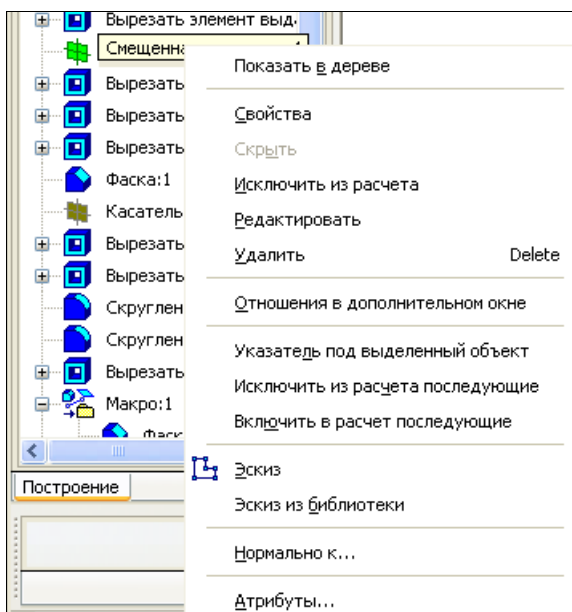

Рис. 17.41. Контекстное меню элемента **Смещенная плоскость**
- ♦ в Дереве модели трехмерной модели *Захват* (см. дополнение к уроку 18 в папке *Дополнения на прилагаемом компакт-диске*) выделите ПК мыши вспомогательный элемент **Смещенная плоскость** и из контекстного меню вызовите команду **Скрыть** (рис. 17.41). Плоскость станет невидимой, но пиктограмма плоскости в Дереве модели не исчезнет, а отобразится светло-голубым цветом;